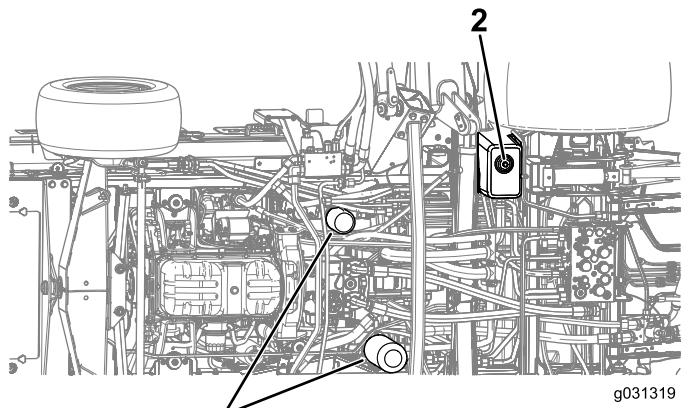

Bild 132
4. Nehmen Sie die Ablassschraube unten am Behälter ab und lassen Sie das Hydrauliköl in die Auffangwanne ablaufen (Bild 132).
3. Stellen Sie eine Auffangwanne unter den Filter und entfernen den Filter (Bild 132).